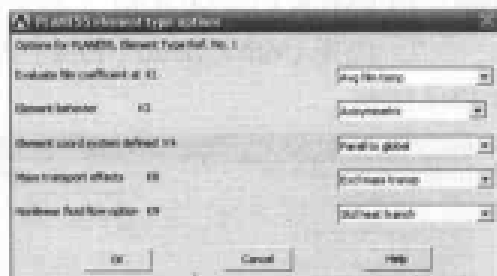

图 13-4 PLANE55 单元属性设置对话框
(3) 单击 Element Type 对话框上的 Options 按钮, 出现 PLANE55 element type options 对话框, 在 Element behavior K3 下拉列表框中选择 Axisymmetric 选项, 其余选项采用默认设置, 如图 13-4 所示, 单击 OK 按钮关闭该对话框。